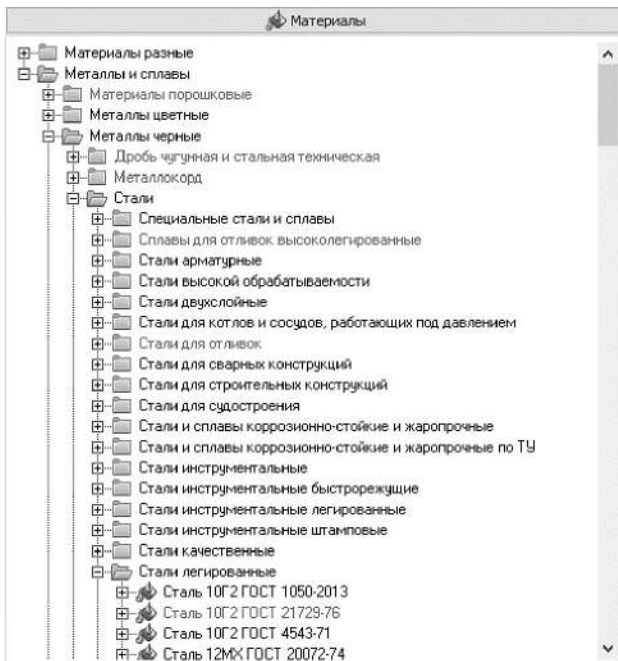

Рисунок 3.8. Выбор материала
1.1.10 На **Панели выбора** (в левой части окна) последовательно откройте «ветви» **Металлы и сплавы – Металлы черные – Стали – Стали легированные** (рисунок 3.8).